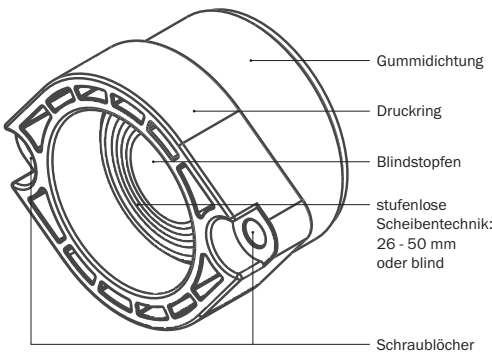

Abbildung 12.2: KRASO® BKP - Dichteinsatz - Strom/Wasser - Scheibentechnik
- Entfernen Sie den Blindstopfen des **KRASO® BKP - Dichteinsatzes - Strom/Wasser** - und passen Sie die Gummidichtung anhand der vorgegebenen, stufenlosen Scheibentechnik (26 - 50 mm oder blind) entsprechend dem Rohrleitungsdurchmesser an (s. Abbildung 12.2).